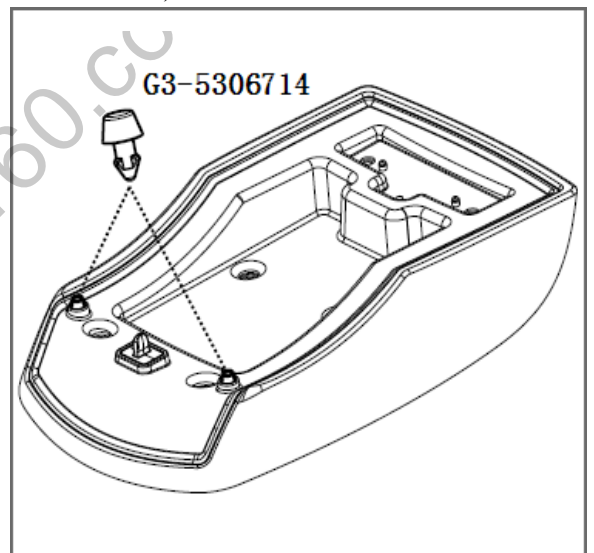

图 1.6.22 副仪表板扶手组件的分拆 3
- (3) 副仪表板扶手蒙皮是用订书钉装订在扶手外板上的;
(4) 将置物盒缓冲垫从扶手内板上拔出。如图 1.6.22 ;